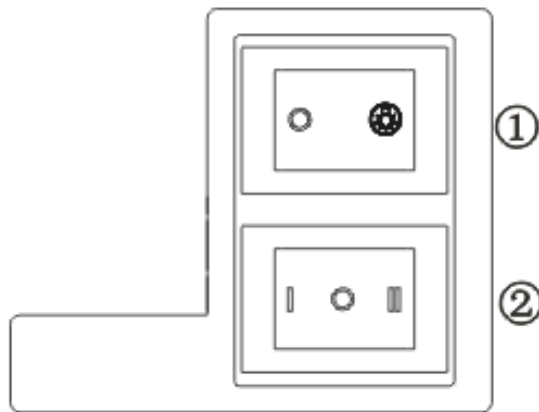

Рис. 4
4.2 Клавиша ① (рис. 4) “”: включение и выключение света.
4.3 Клавиша ② (рис.4) “I”, “II”: включение первой и второй скорости мотора вытяжки. В положении клавиши “0” мотор выключится.